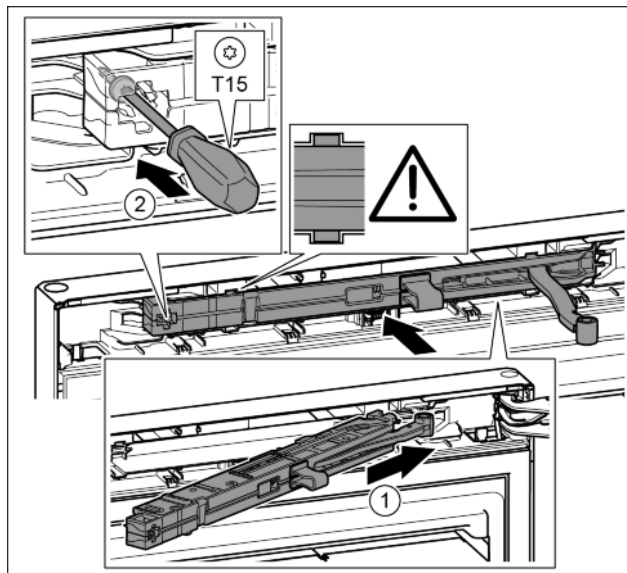

Fig. 48
- Gurnite jedinicu prigušivača zatvaranja na strani podloška ležaja do graničnika koso u otvor. Fig. 48 (1)
- Odvijačem T15 čvrsto pritegnite vijak. Fig. 48 (2)